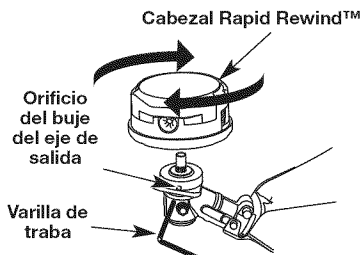

Fig. 22
- Alinee el orificio del buje del eje con la ranura de la varilla de traba e inserte la varilla de traba en el orificio del buje del eje (Fig. 22).
- Mientras sujeta la varilla de traba, saque el accesorio de corte girándolo en sentido de las agujas del reloj hasta que salga del eje de salida (Fig. 22). Guarde el accesorio de corte para uso futuro.
- Coloque el conjunto de cabezal de corte en el eje de salida y hágalo girar en sentido contrario a las agujas del reloj hasta que quede apretado con la mano. (Fig. 22)